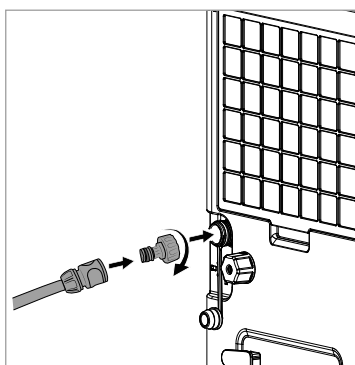

Abb. 5
- ▶ Je nach verwendetem Gartenschlauch-System wird ggf. ein weiterer Adapter benötigt (siehe Abbildung 5). Diesen erhalten Sie im Fachhandel.